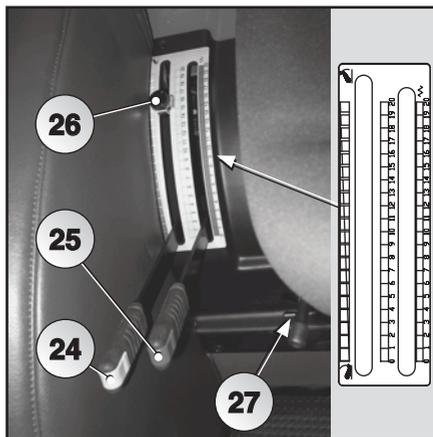

Fig. 5.67
Les leviers (24) et (25) sont situés sur la droite par rapport au poste de conduite, à côté du fauteuil (Fig. 5.67).